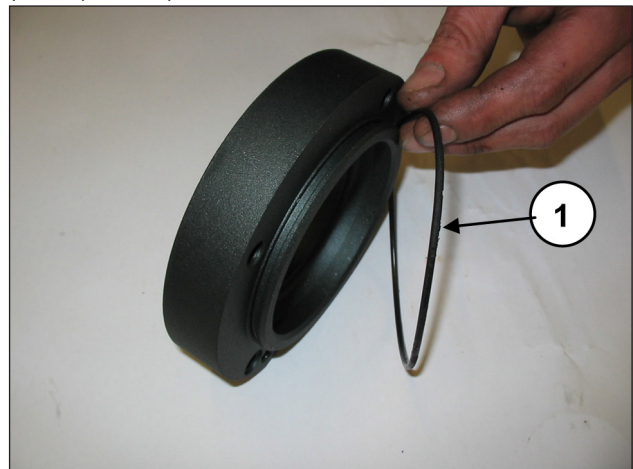
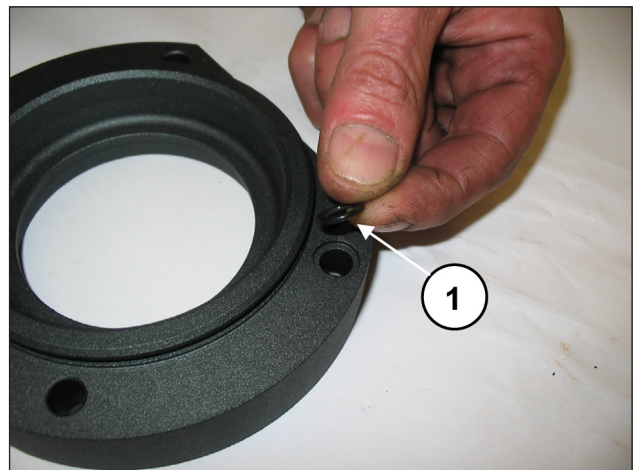

Abb. 65
Abb. 66
Montieren Sie an den Zapfwellen-Lagerdeckeln den O-Ring (Pos. ①, Abb. 65) und den O-Ring der Schmierbohrung (Pos. ①, Abb. 66).